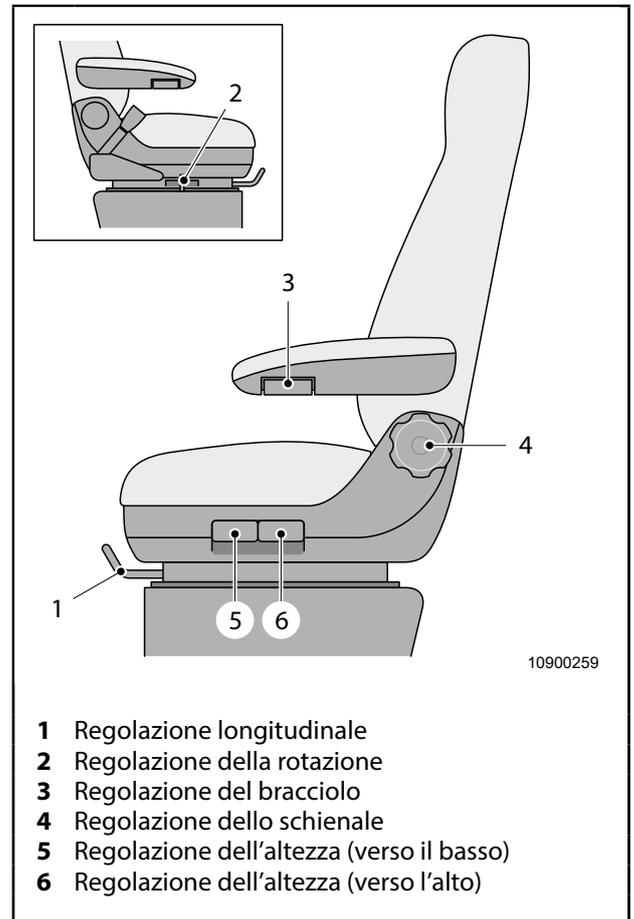

Fig. 3 Elementi di comando sul sedile del conducente
1. Tirare verso l'alto la leva di sblocco (Fig. 3, Pos. 1) e mantenerla in questa posizione.
1. Tirare la leva di sblocco (Fig. 3, Pos. 2) e mantenerla in questa posizione.
Ruotare il volantino (Fig. 3, Pos. 4) in avanti o indietro e posizionare lo schienale nella posizione desiderata.
2. Regolare l'altezza del bracciolo mediante il rullo rotante (Fig. 3, Pos. 3).
Per la regolazione dell'altezza premere i tasti (Fig. 3, Pos. 5 o Pos. 6).